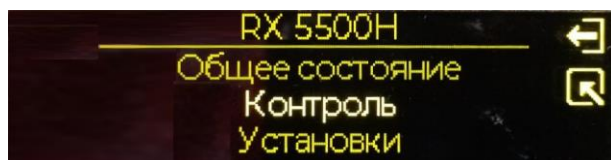

Рисунок 24 – Окно основного меню управления с выбором пункта «Контроль»
2.4.5.3.1 Поворотом кнопки манипулятора выбрать в основном меню пункт «Контроль» (см. рисунок 24).
2.4.5.3.2 Нажать на кнопку манипулятора о чём говорит нахождение значка «» в правой центральной позиции экрана ЖКИ (см. рисунок 24).